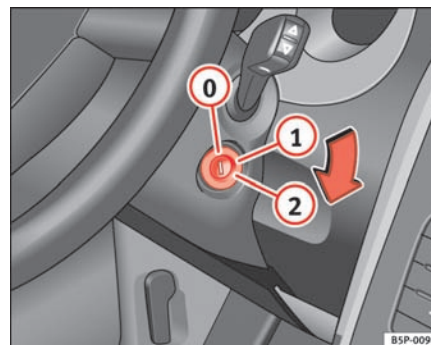

Fig.95 Tændingsnøglen stillinger
I stillingen ⇒ fig. 95 er tændingen afbrudt og motoren standset, og rattet kan være låst.
- Drej tændingsnøglen til stilling ⇒ side 125, fig. 95 ①. Kontrol-lampen  lyser under motorforvarmningen.
- Når kontrollampen slukker, skal du dreje nøglen til stilling ② for at starte motoren. Giv ikke gas.
- Drej tændingsnøglen til stilling ⇒ side 125, fig. 95 .